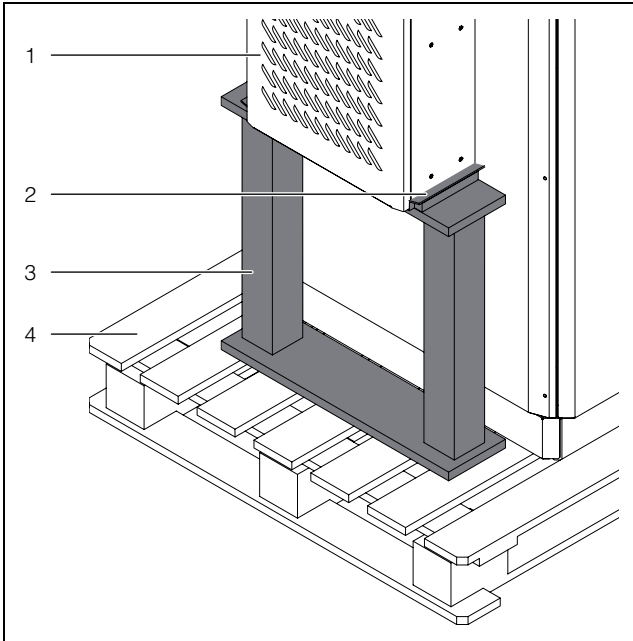
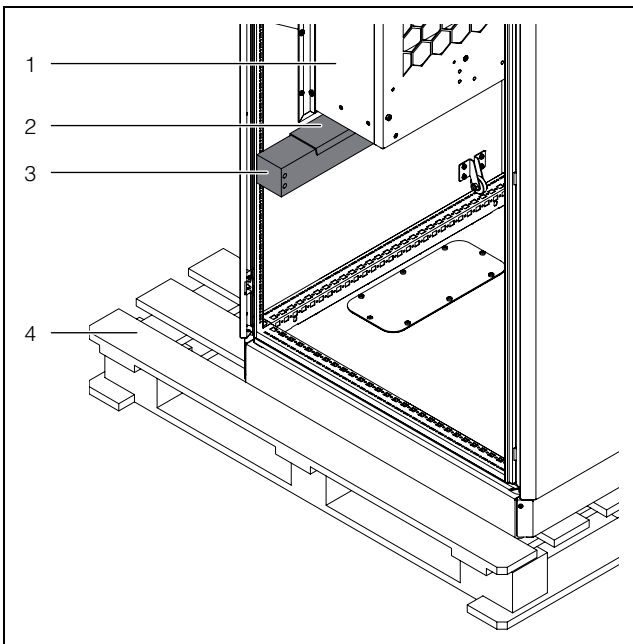

Abb. 4: Transportsicherungen Anbau
Abb. 5: Transportsicherungen Einbau
- Verwenden Sie beim Transport von bereits am Schaltschrank montierten Geräten Transportsicherungen (z. B. eine Konstruktion aus Kanthölzern oder Brettern – Abb. 4 und Abb. 5).